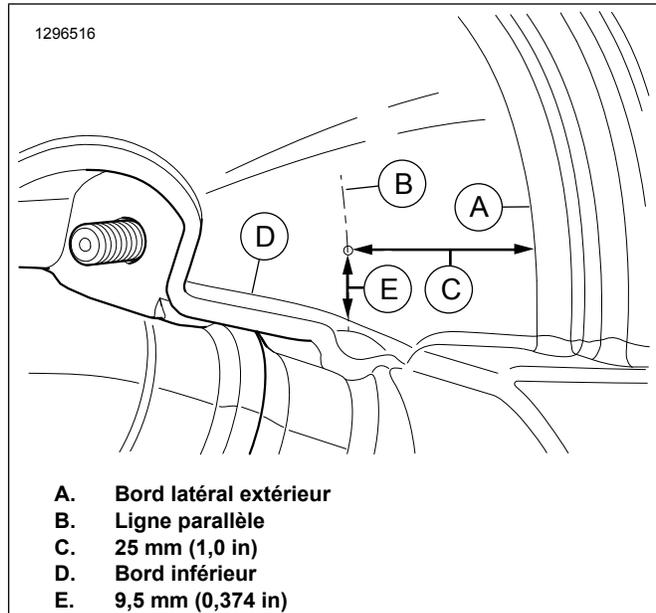

Figure 10. Emplacement de perçage
11. Voir la Figure 10. Percer des trous à l'arrière du carénage inférieur.
- a. Depuis le rebord latéral extérieur (A), tracer une ligne parallèle (B) à la distance spécifiée (C).